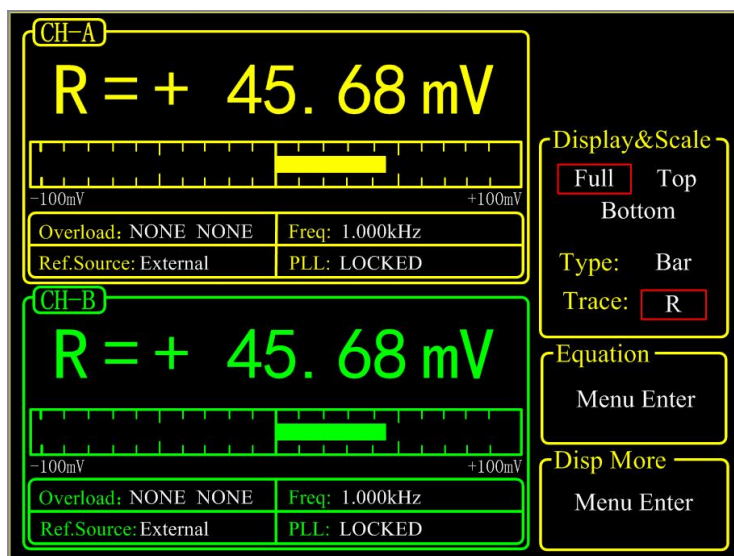

图 23. <Full>-<Polar>显示
1)<Bar>：条形图，条形图的长度可根据实际的 R 值与满刻度的比例来改变显示的长度，对于当前的 R 值百分比情况的显示会十分直观。如图 23 所示。